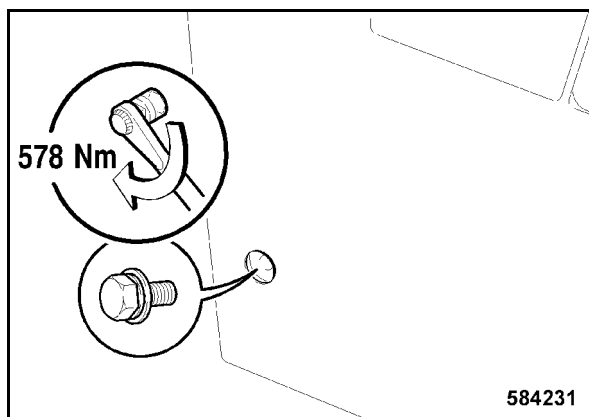

Fig. 179
- El tornillo de fijación trasero, lateral de la derecha hay que apretar con 578 Nm (Fig. 179).